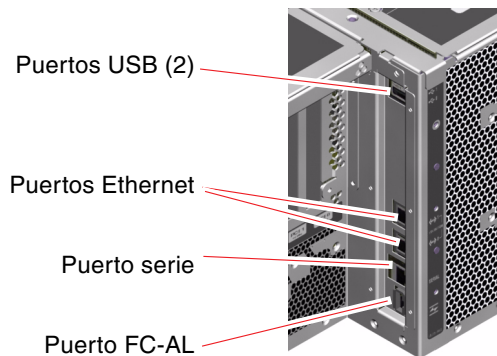

FIGURA 2-4 Puertos externos del panel posterior
- Una ranura de tarjeta controladora de sistemas (SC)
- Seis puertos externos de datos: USB, serie, Ethernet y FC-AL (consulte la FIGURA 2-4)